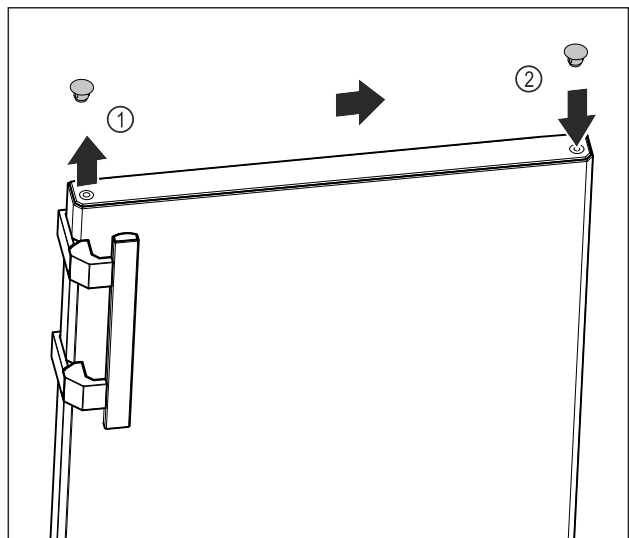

Fig. 15
- Soulever avec soin le cache de recouvrement de la partie supérieure de la porte Fig. 15 (1) au moyen d'un tournevis plat.
- Placer le cache de recouvrement du côté opposé. Fig. 15 (2)